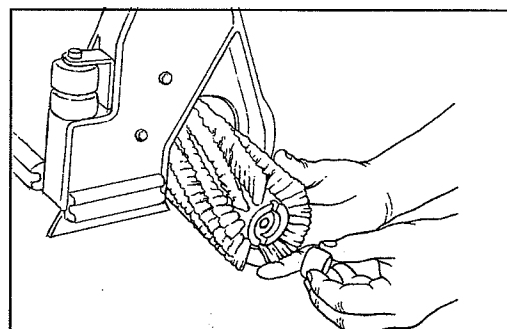

Figura 24
6. Retire el espaciador del cepillo y el cepillo deslizándolo fuera del eje del cepillo (figura 24).